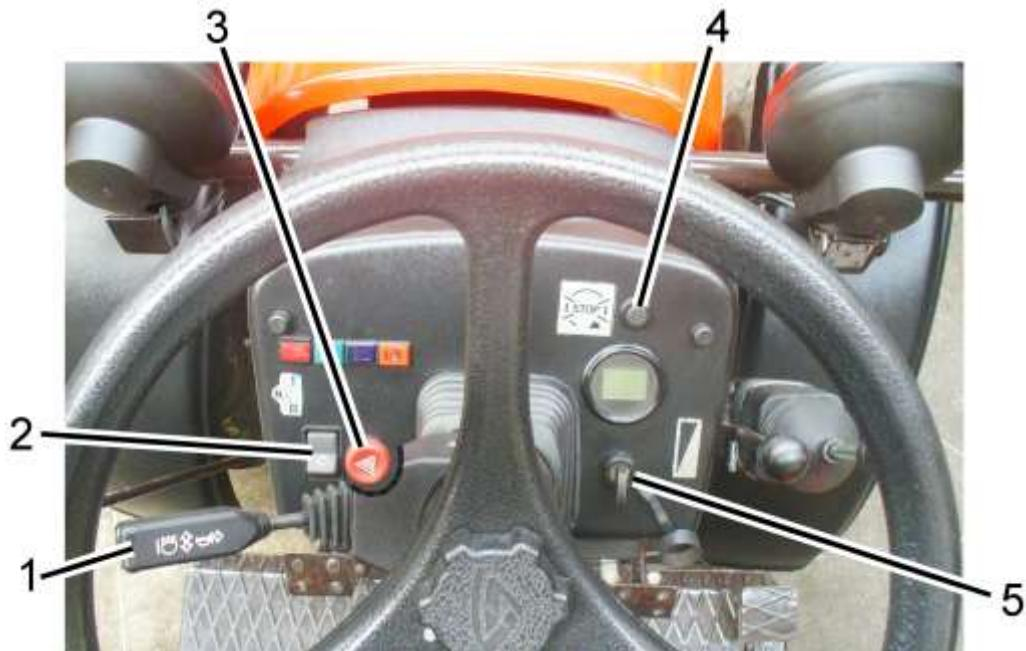

Рисунок 2.2.1 – Выключатели и переключатели щитка приборов
Выключатель стартера и приборов 5 (рисунок 2.2.1) имеет четыре положения:
Подрулевой многофункциональный переключатель 1 (рисунок 2.2.1) обеспечивает включение указателей поворота, переключение света фар (ближний-дальний), сигнализацию дальним светом, звуковой сигнал:
При нажатии на кнопку выключателя аварийной световой сигнализации 3 (рисунок 2.2.1) включается аварийная световая сигнализация. Встроенная в кнопку контрольная лампа мигает одновременно с мигающим светом сигнализации. При повторном нажатии на кнопку 3 аварийная сигнализация отключается.
Центральный переключатель света 2 (рисунок 2.2.1), имеет три положения:
При нажатии на кнопку 4 (рисунок 2.2.1) двигатель прекращает работу.
- индикаторы включения указателей поворотов трактора 2 (рисунок 2.3.1) работают в мигающем режиме при включении подрулевым многофункциональным переключателем 1 (рисунок 2.2.1) сигнала правого или левого поворота, или при включении выключателя аварийной сигнализации 3;